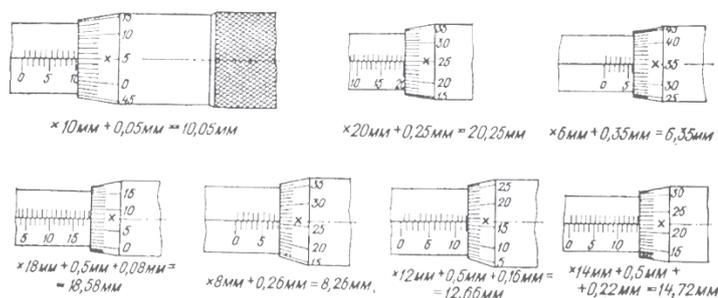

Рис.2. Примеры отсчета показаний на микрометре
16. Прочитать показания микрометра (рис.2).
6. Прочитать показания микрометра (рис.2).